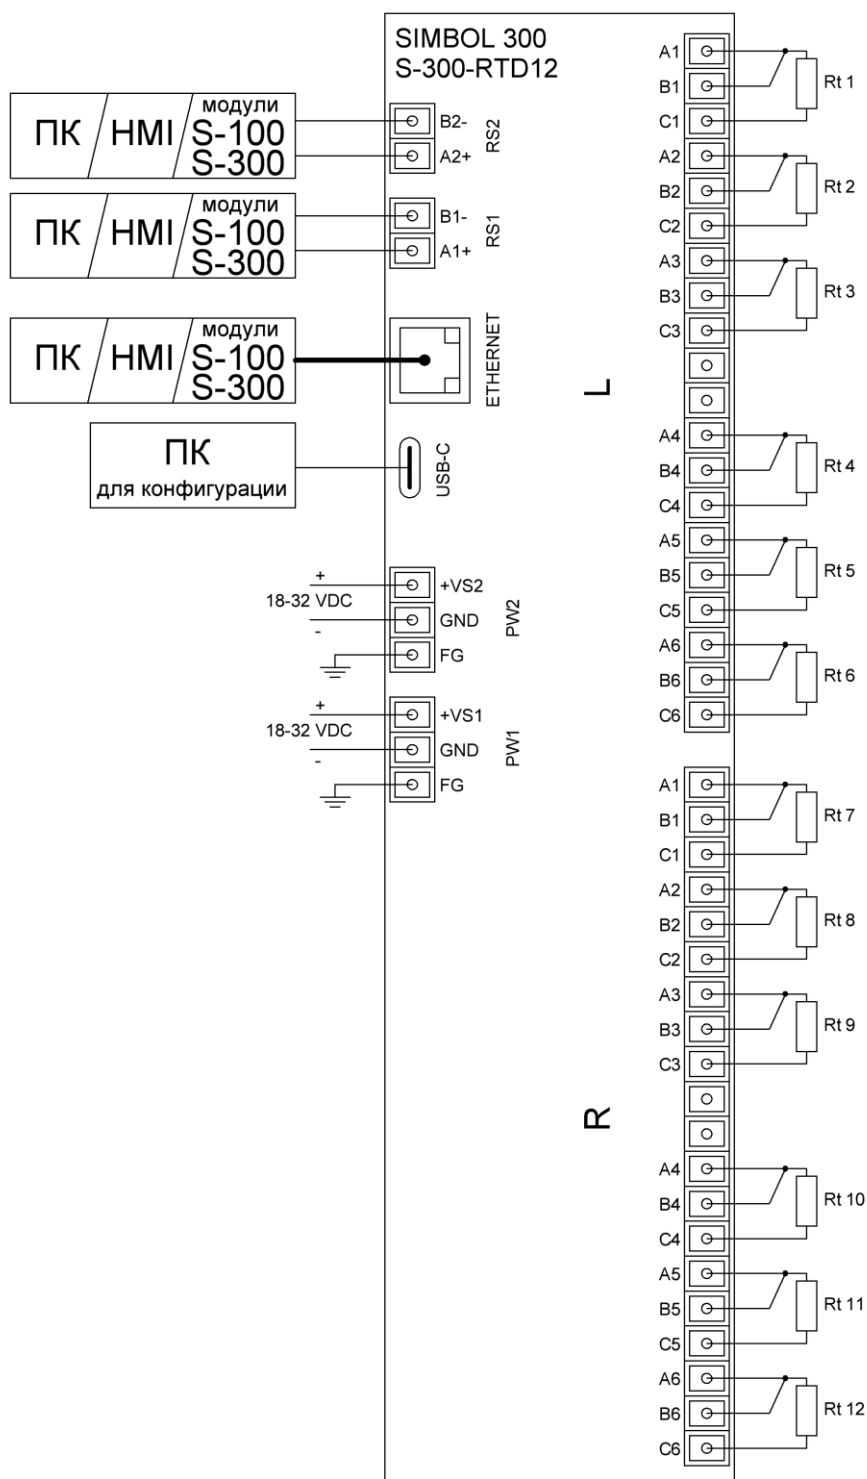

Рисунок 1.5 – Схема подключения модуля контроллера Simbol-300 S-300- RTD12
1.4.2.1 Для конфигурации модуля может быть использован офисный ПК стандартной комплектации, имеющий порт RS-232, Ethernet или USB. Модуль подключается с помощью преобразователя интерфейса RS-232 в RS-485 (USB в RS-485), интерфейс Ethernet или USB (рисунок 1.5).
2.2.8 Подключить модуль к ПК используя USB, Ethernet или преобразователь интерфейсов (рисунок 1.5).